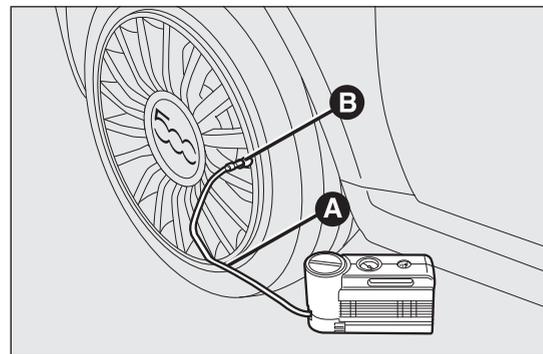

fig. 104
- Azionare il freno a mano.** Svitare il cappuccio dalla valvola dello pneumatico, estrarre il tubo flessibile di riempimento A fig. 104 ed avvitare la ghiera B fig. 104 sulla valvola dello pneumatico;